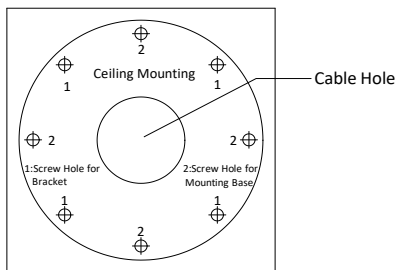

Abbildung 2-3 Bohrschablone
1. Kleben Sie die Bohrschablone an den gewünschten Montageort. Bohren Sie die Bohrungen und die Kabelöffnung gemäß der mitgelieferten Bohrschablone (siehe Abbildung 2-3).